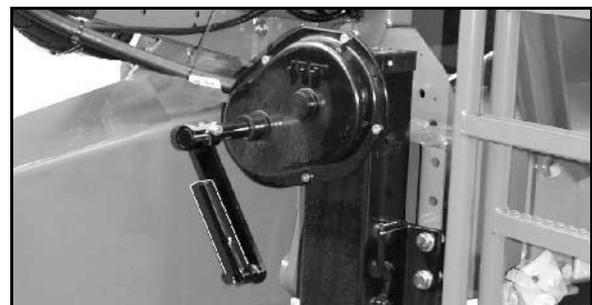

Fig. 44
**Nach Betätigung der Kurbel den Handhebel entsprechend Fig. 44 hochschwenken!**